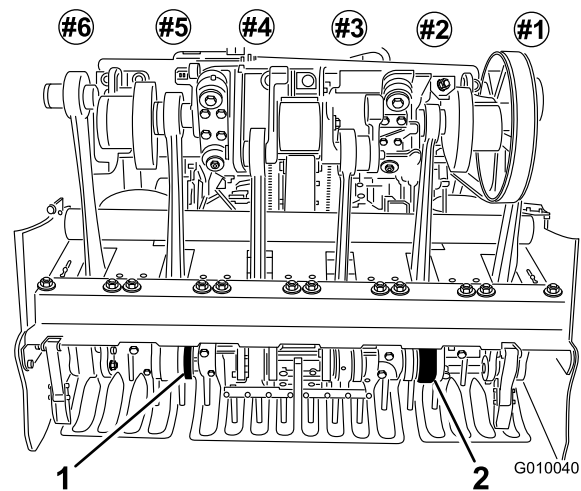

Figure 26
- Placez les louchets dans les porte-louchets N° 2 et 5 (Figure 26), et serrez les vis.